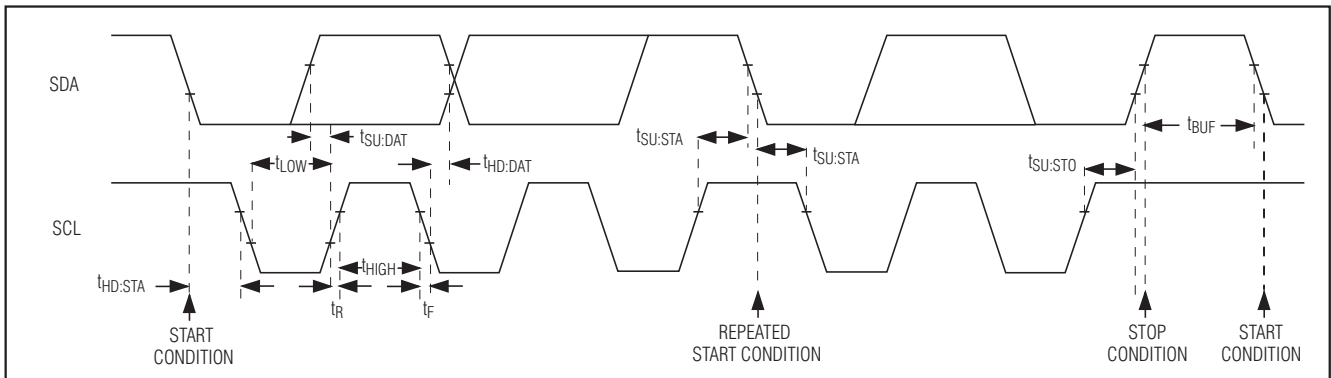

图6. 2线接口时序图
MAX9875采用I²C/SMBus™兼容的2线串行接口，包括一根串行数据线(SDA)和一根串行时钟线(SCL)。通过SDA和SCL可以在MAX9875和主机之间实现便利的通信，时钟速率高达400kHz。图6所示为2线接口时序图。主机产生SCL，启动总线的数据传输。主器件发送正确的从地址、寄存器地址和随后的数据字，向MAX9875写入数据。每次传输都由START (S)或REPEATED START (Sr)条件和STOP (P)条件构成帧。发送到MAX9875的每个字长为8位，随后是应答时钟脉冲。主机从MAX9875读取数据时，首先发送正确的从地址，随后发送9个SCL脉冲。MAX9875通过SDA发送数据，与主机产生的SCL脉冲同步。主机接收到每个字节数据后产生应答。每个读序列由START或REPEATED START条件、非应答和STOP条件构成帧。SDA既可以作为输入，又可以作为开漏输出。SDA上需要一个上拉电阻，通常大于500Ω。SCL仅作为输入，如果总线上挂接多个主机，或者是单主机具有开漏SCL输出时，